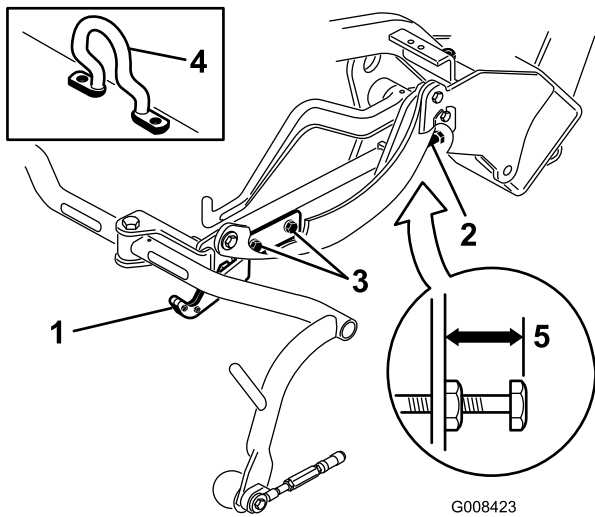
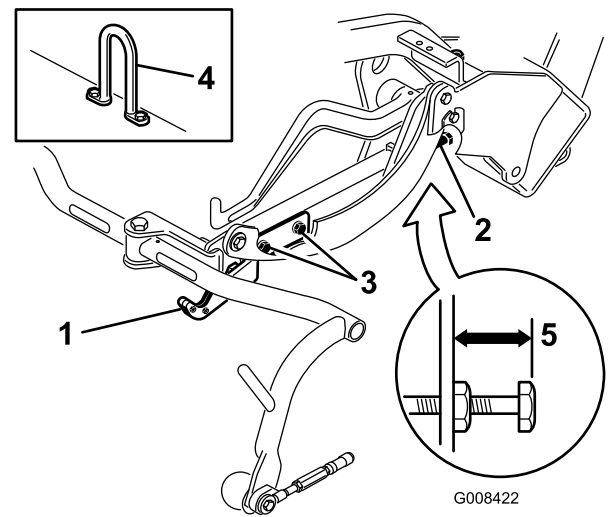
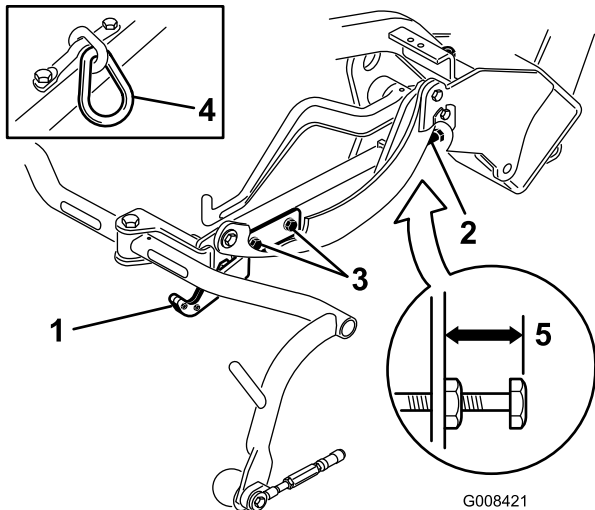

Bild 12
Bild 14
Bild 13
Prüfen Sie die Transporthöhe (Bild 13 und Bild 14) und stellen sie ggf. ein.
- An Mähwerken, die einen Versatzhubhaken haben (Bild 12, Einsatz) müssen Sie darauf achten, dass der Abstand von der Oberkante der Einstellschraube am Trägerrahmen bis zur Rückseite des Trägerrahmens 25 mm beträgt. Sollte der Abstand nicht 25 mm sein, gehen Sie auf Schritt 4.
3. An Mähwerken, die ein Kettenglied oder einen geraden Hubhaken haben (Bild 13 und Bild 14, Einsätze) müssen Sie darauf achten, dass der Abstand von der Oberkante der Einstellschraube am Trägerrahmen bis zur Rückseite des Trägerrahmens 22 mm beträgt. Sollte der Abstand nicht 22 mm sein, gehen Sie auf Schritt 4. Wenn das Mähwerk mit einen Versatzhublenker (Bild 12) ausgestattet ist, gehen Sie auf den nächsten Schritt.
4. Lockern Sie die Befestigungsschrauben an der Transportplatte (Bild 13, Bild 14 und Bild 12).
7. Wenn die Trägerrahmen nicht dieselbe Höhe aufweisen, lösen Sie die Klemmmutter an der Einstellschraube des Trägerrahmens (Bild 12, Bild 13 und Bild 14). Drehen Sie die Schraube raus, um den Trägerrahmen anzuheben, oder drehen Sie die Schraube rein, um ihn abzusenken. Ziehen Sie die Klemmmutter fest, wenn Sie die richtige Höhe eingestellt haben.